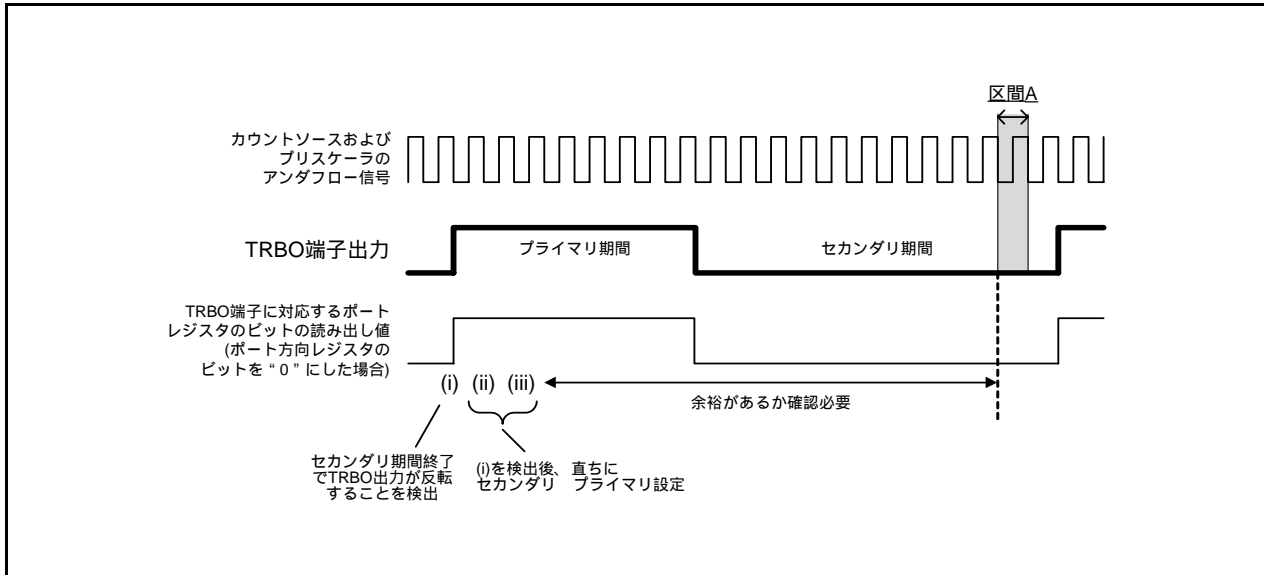

図 17.25 対策例 (b) の TRBO 端子出力値を読む例
- (1) カウント中 (TCSTFビットが“1”)にTRBPRESレジスタ、TRBPRレジスタに書き込む場合は、下記の点に注意してください。
- (2) カウント中 (TCSTFビットが“1”)にTRBSCレジスタ、TRBPRレジスタを変更する場合は、タイマRB割り込み等でTRBO出力周期に対して同期を取り、同一出力周期内で一度だけ行うようにしてください。また、図 17.24および図 17.25の区間Aで、TRBPRレジスタへの書き込みが発生しないことを確認してください。
図 17.25 に示すように TRBO 端子の出力レベルからプライマリ期間の開始を検出し、プライマリ期間の開始直後に、TRBSC レジスタ、TRBPR レジスタへ書いてください。書き込みは区間 A までは終了させてください。なお、TRBO 端子に対応するポート方向レジスタのビットを “0” (入力モード) に設定し、ポートレジスタのビットの値を読むと、読んだ値は TRBO 端子の出力値になります。